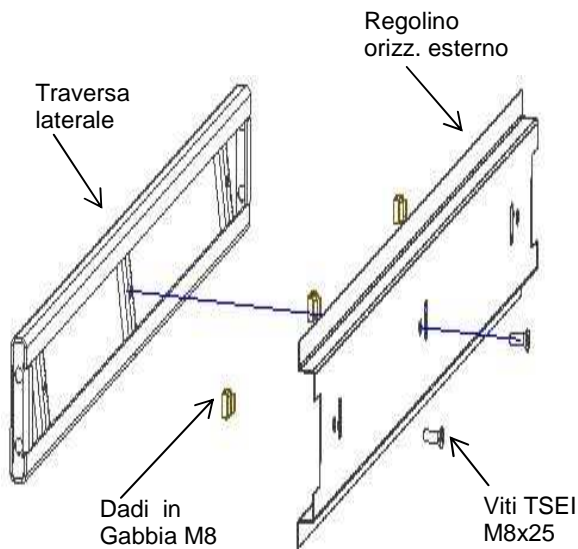
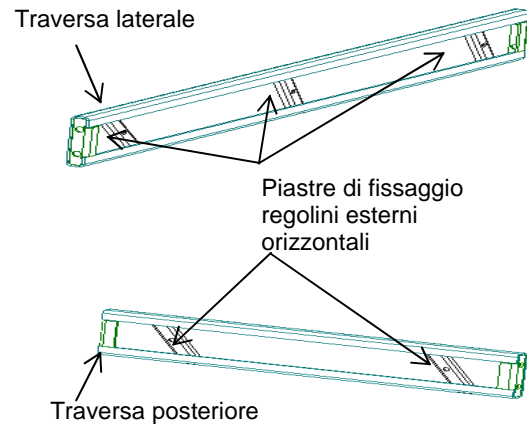

Fig. 9.1
Fig. 9.2
- ✓ Posizionare il regolino orizzontale esterno sulla traversa laterale - posteriore (Fig. 9.1), fissandolo con le viti a TSEI M8x15 alle piastre di fissaggio presenti all'interno di ogni traversa (Fig. 9.2)